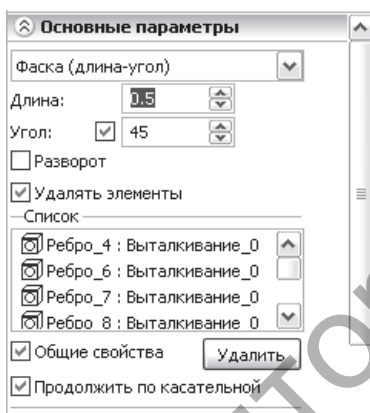
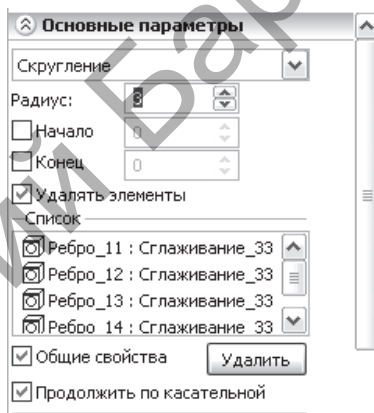
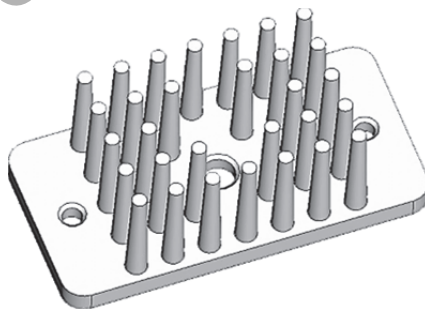

Рисунок 7.7
Рисунок 7.8
Рисунок 7.9
7. Для создания фасок на отверстиях выберите в меню команду «Операции→Сглаживание→Ребер», установите в окне параметров команды параметр «Фаска (длина, угол)» (рис. 7.7), отметьте все шесть рёбер отверстий и установите длину **0,5 мм** и угол **45°**. Завершите ввод данных командой «Завершить ввод», но не завершайте выполнение операции. В заключение установите в окне параметров команды параметр «Скругление», щёлкните в автоменю «Выбрать ребро» и укажите 4 вертикальных ребра основания радиатора. Введите значения радиуса скругления **3,0 мм** и завершите построения (рис. 7.8). В результате будет получен объект (рис. 7.9).